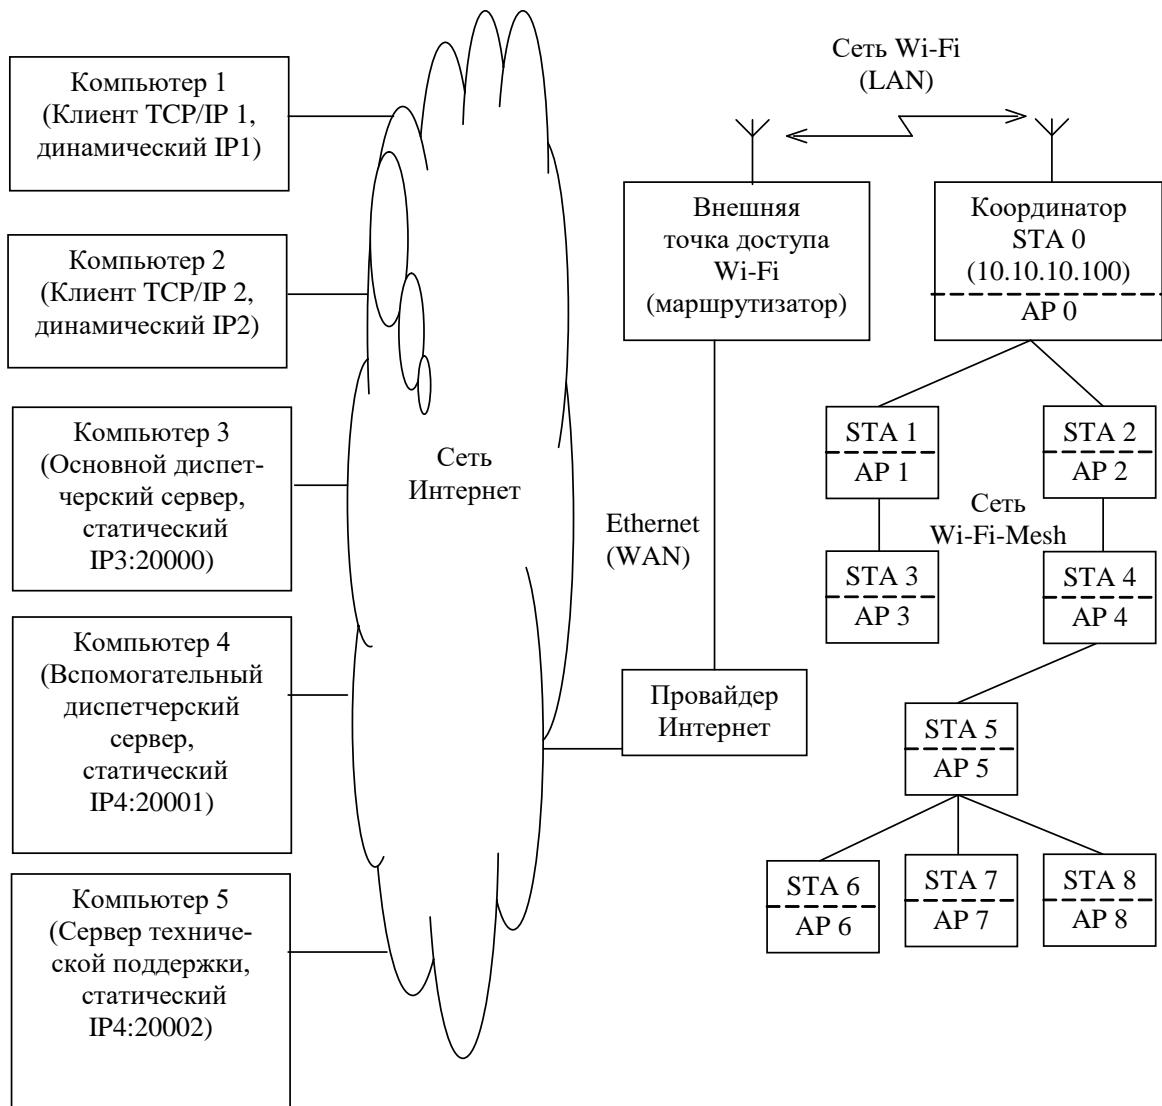

Рисунок 32 - Схема системы для работы в сети Wi-Fi-Mesh с выходом в Интернет
5.3.4.1 Координатор (STA0/AP0, рисунок 32) выходит в сеть Интернет через внешнюю точку доступа и может поддерживать четыре исходящих и два входящих соединения с удаленными компьютерами через сеть Интернет, как и любой коммуникатор в традиционной сети Wi-Fi (п.п. 5.1, 5.2).
5.3.4.2 При подключении к внешней точке доступа, координатор получает IP-адрес во внутренней сети Wi-Fi (10.10.10.100, рисунок 32), и образует первый уровень сети Wi-Fi-Mesh.
- подключиться к координатору сети Wi-Fi-Mesh по любому каналу доступа (компьютер 1-5 рисунок 32 или интерфейс RS-485 координатора);